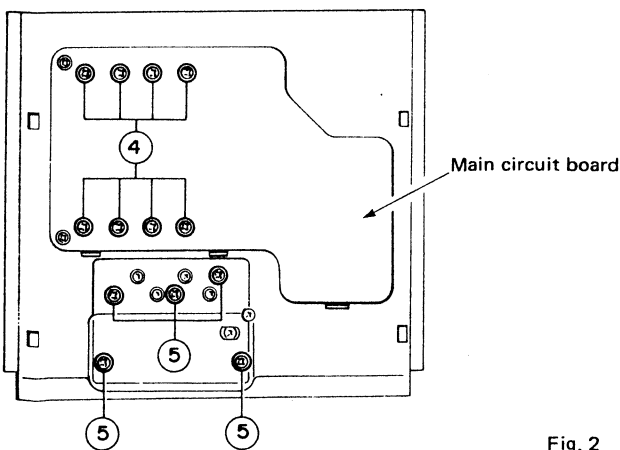

Fig. 2
a. Removing the cassette mechanism unit with channel amp circuit boards (1) through (4) are impossible, so first remove 8 screws (④) in fig. 2 and then remove the channel circuit boards.
a. カセットメカユニットは、チャンネルAMPシート(1)~(4)が取り付けられた状態では、はずれませんので、図2のネジ④を8本はずしてチャンネルAMPシートをはずしておきます。
b. Remove 7 screws of red (⑤) in fig. 2 and 3, and you can remove the cassette mechanism unit.
b. 図2・3の赤ネジ⑤を7本はずせば、カセットメカユニットを取りはずすことができます。